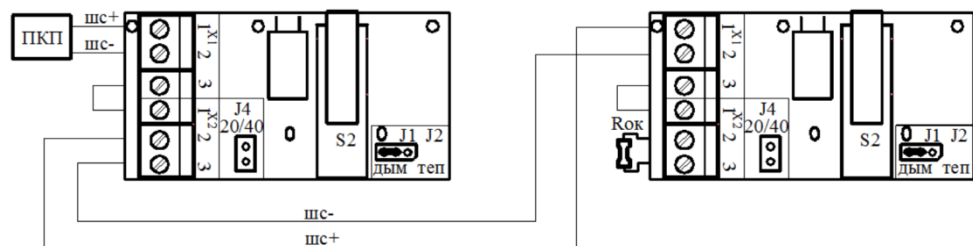

Рисунок 3
2) схема 2 – имитация активного дымowego извещателя. Сигнализация осуществляется путём увеличения тока потребления (уменьшения внутреннего сопротивления) извещателя (рисунок 3).